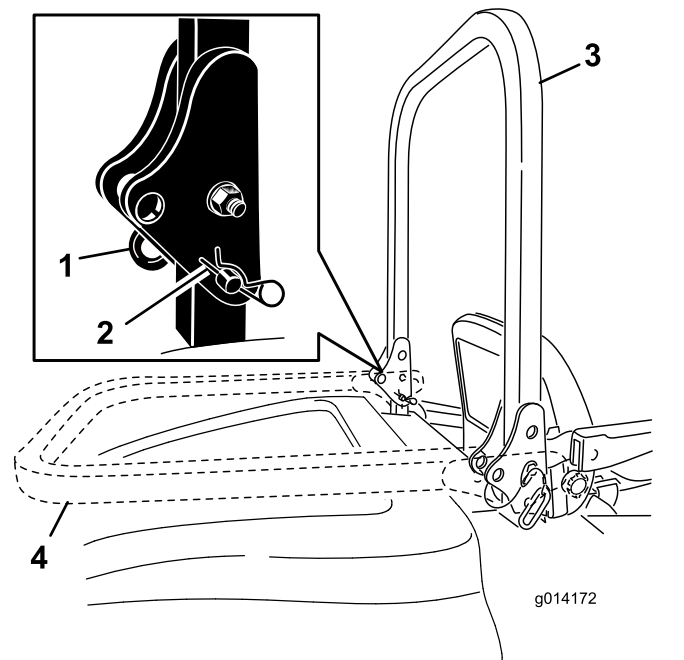

図 20
2. ヘアピン 2 本を外してピン 2 本を抜き取る 図 20。
3. ROPS バーを立てる 図 20。
4. ピン 2 本とヘアピン 2 本でバーを固定する 図 20。